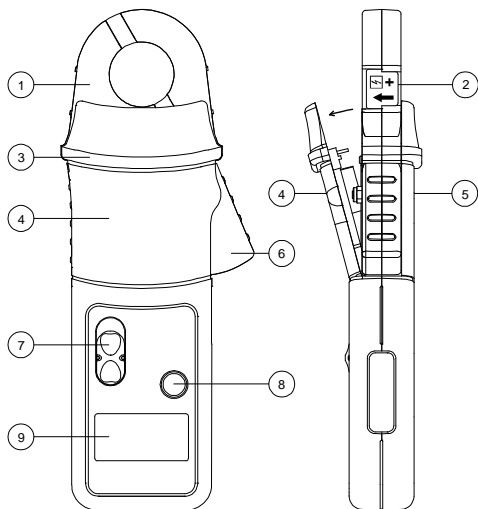

Bild 1
- Während der Messung dürfen Ihre Finger den Schutzkragen nicht übergreifen, um eine gefährliche Berührung mit dem Leiter zu verhindern (siehe Bild 1).
Wenn das Symbol für niedrige Batteriespannung im Display aufleuchtet, ist die minimale Batteriespannung erreicht. Siehe Bild 1 und gehen Sie wie folgt vor:
Lösen Sie die Schraube am Batteriefachdeckel. Heben Sie die Abdeckung um 30° und ziehen Sie diese gerade vom Rumpf des Zangenstrommessgeräts, wie in Bild 1 dargestellt. Ersetzen Sie die Batterie, schliessen Sie das Batteriefach und drehen Sie die Schraube fest.